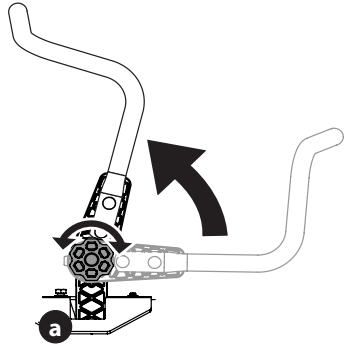

Figure 7
- Tournez le bouton (a) en sens inverse des aiguilles d'une montre pour le desserrer (a) (Figure 7).
- Tournez le bouton dans le sens des aiguilles d'une montre pour sécuriser le levier de commande de transmission des barres de conduite en position (Figure 7).